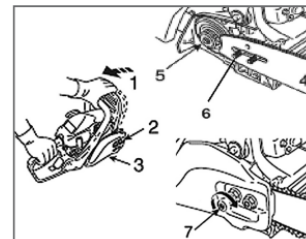

Рис. 2 Установка шины
Для этого рукоятку тормоза 1 (Рис.2) потяните на себя до щелчка.
2. Открутите гайки 2 и снимите крышку шины 3 (Рис. 2).
3. Установите шину 4 пазом на шпильки крепления шины 6 и передвиньте ее в сторону муфты сцепления 5 для облегчения установки цепи (Рис. 2).
5. Вращая винт натяжителя цепи 7 (Рис. 2) против часовой стрелки, установите палец натяжителя в крайнее левое положение. Установите на место крышку шины 3 (Рис. 2).
- 7 (Рис. 2) по часовой стрелке.